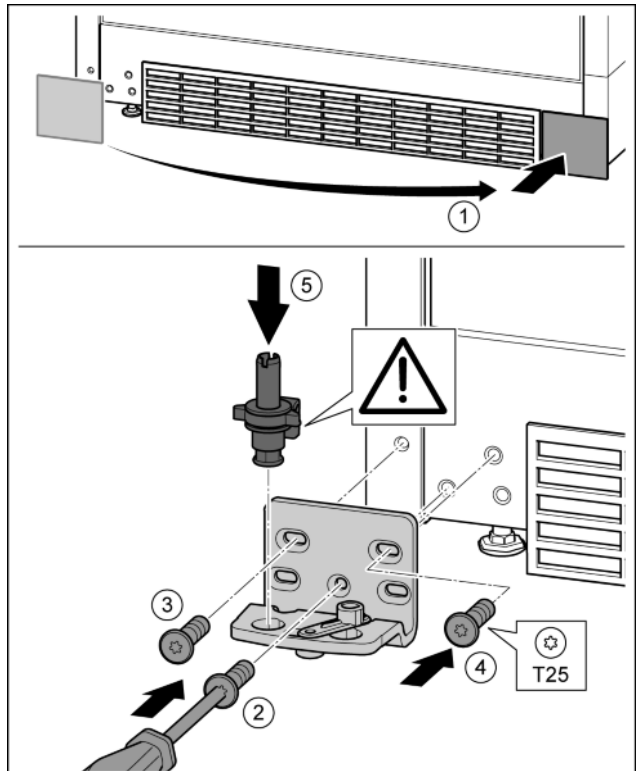

Fig. 17
- ▶ Enlever le cache et le mettre de l'autre côté. Fig. 17 (1)
- ▶ Poser le support de palier de l'autre côté et le visser à l'aide d'un tournevis T25. Commencer par la vis 2 en bas au milieu. Fig. 17 (2)
- ▶ Visser les vis 3 et 4. Fig. 17 (3, 4)
- ▶ Mettre en place l'axe de palier complet. Veiller à ce que l'ergot d'enclenchement soit orienté vers l'arrière. Fig. 17 (5)